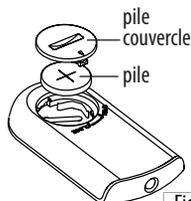

Fig. 1
- Pour remplacer les piles retirer le couvercle du compartiment piles en le tournant. Remplacer la pile en faisant attention à respecter la polarité correcte, comme indiqué sur la figure 1.